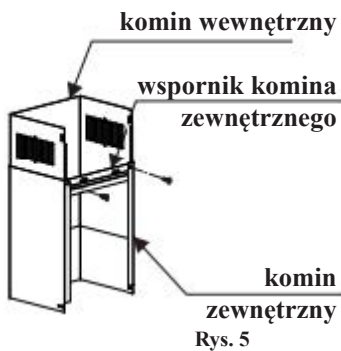
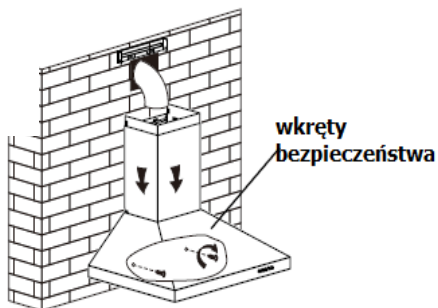

Rys. 3
Rys. 4
4. Zamontuj wylot powietrza na korpusie okapu kuchennego za pomocą 2 śrub ST4 * 8 mm. Następnie zamontuj konwerter wylotu powietrza na wylocie. Przymocuj rurę rozprężną do konwertera i dokręć ją opaską kablową. Patrz rys. 3. Następnie zamontuj korpus okapu kuchennego na haku i przymocuj go 2 śrubami zabezpieczającymi ST4 * 30 mm, patrz rys. 4 i 6. Uwaga: Dwa otwory wentylacyjne bezpieczeństwa o średnicy 6 mm znajdują się na tylnej obudowie.